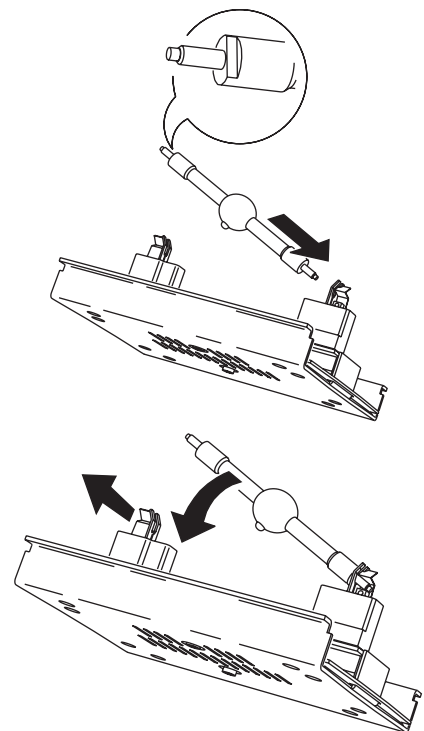

Figure 10: Inserción de lámpara
Los extremos de la lámpara disponen de llaves especialmente desarrolladas para asegurar una correcta instalación. Ver Figure 10.
- 4 Ver Figure 10. Con la protuberancia del bulbo hacia atrás, insertar el extremo derecho de la nueva lámpara en la base. Levantar el muelle de la izquierda y situar el otro extremo de la lámpara en su sitio.